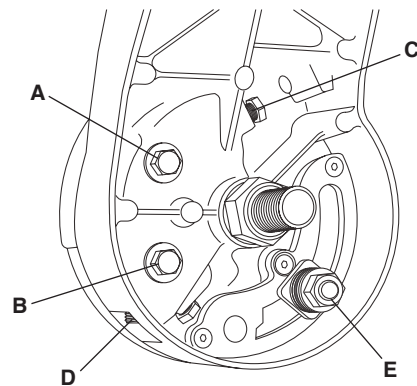

Figure 6. Réglage de la lame à 0° (90° par rapport à la table)
4. Placez l'embout de clé Allen de 4 mm sur l'outil multifonctions et dévissez la vis de blocage 'D' d'au moins 3 tours complets (Figure 6).